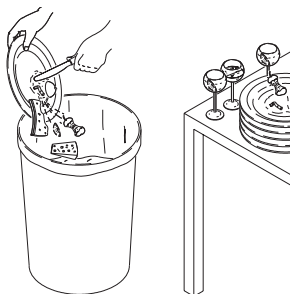

Fig. 13
- *rimuovere i residui dalle stoviglie prima di introdurle nella lavastoviglie per il lavaggio (fig. 13)*